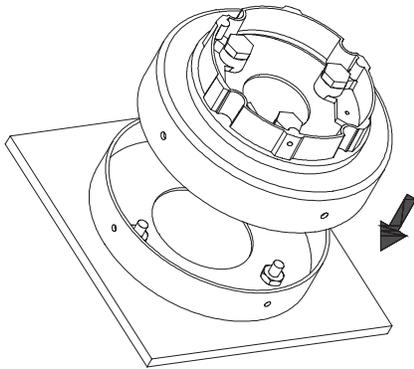

Figure 15
3. Attach installed upper cap to the lower base of the adapter base. Fig 15
3. Fixer le capuchon supérieur installé à la base inférieure de la base d'adaptation. Fig 15